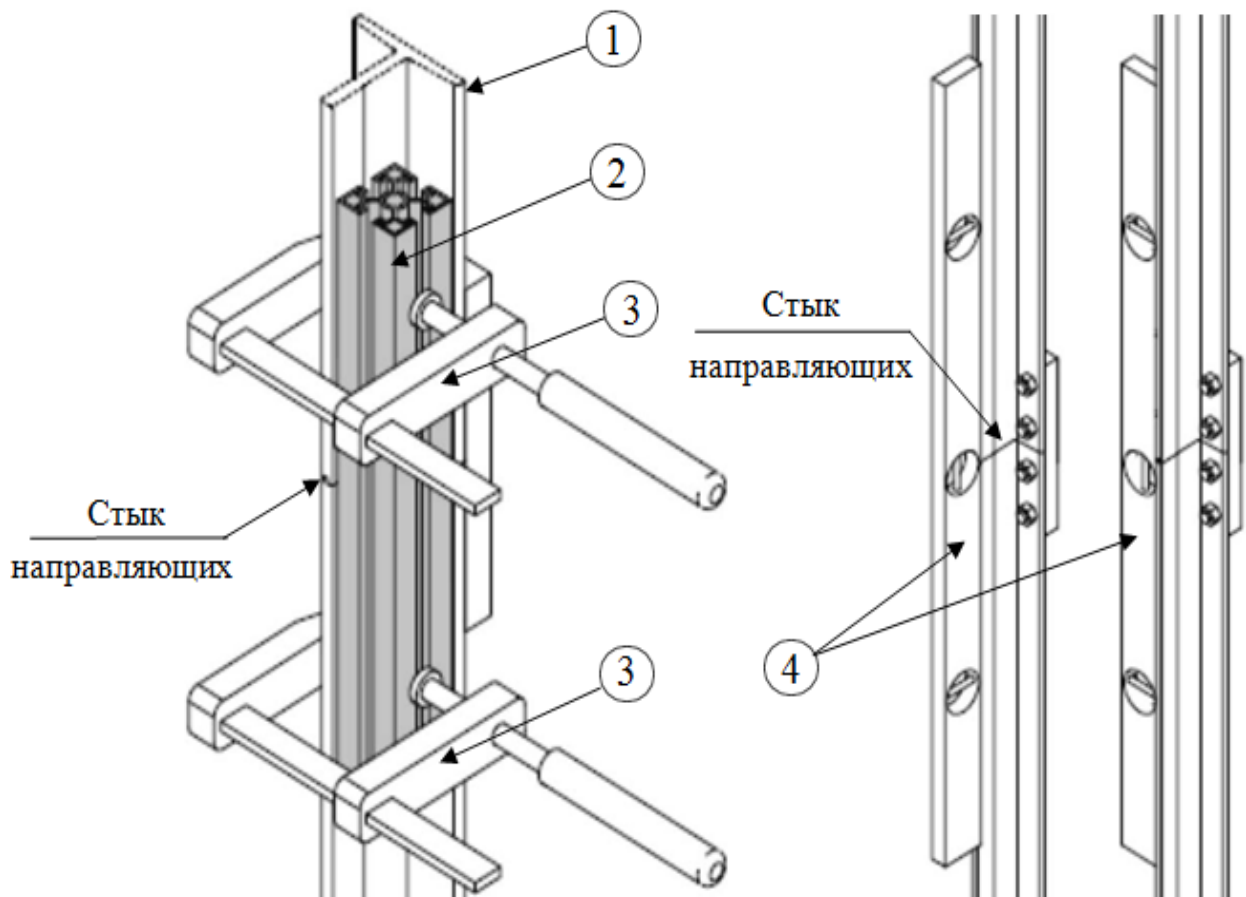

рис.9.1
5.5.1 Выравнивание направляющих в стыковых соединениях произвести при помощи двух струбцин и линейного алюминиевого бруса (в комплект поставки не входят) (рис.9.1);